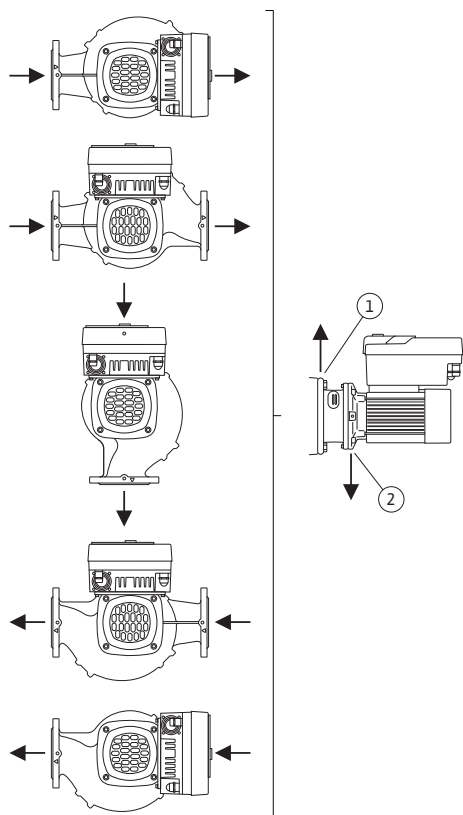

Fig. 16: Lubatud paigaldusasendid horisontaalse võlliga
- Horisontaalse mootorivõlli korral peab all olema kondensaadi äravoolu võimaldav auk (Fig. 16, pos. 2). Vajaduse korral tuleb mootorit keerata.